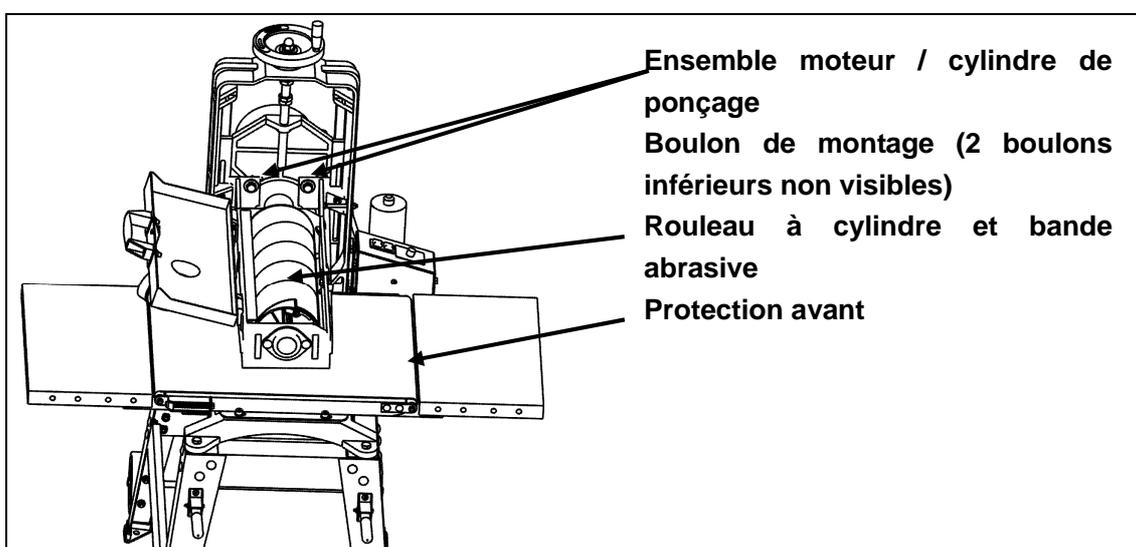

Figure 6
3. **Boulons desserrés de l'ensemble moteur / cylindre de ponçage.** (Reportez-vous à la Figure 6.) Vérifiez le serrage des quatre (4) boulons, des 2 du haut et des 2 du bas et serrez si nécessaire.